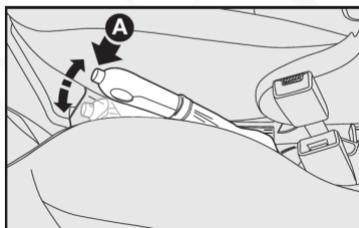

fig. 1
FRENO DE ESTACIONAMIENTO - fig. 1
- 1) Levante un poco la palanca y presione el botón A-fig. 1.
- 2) Con el botón presionado baje la palanca. El testigo (P) se apaga.